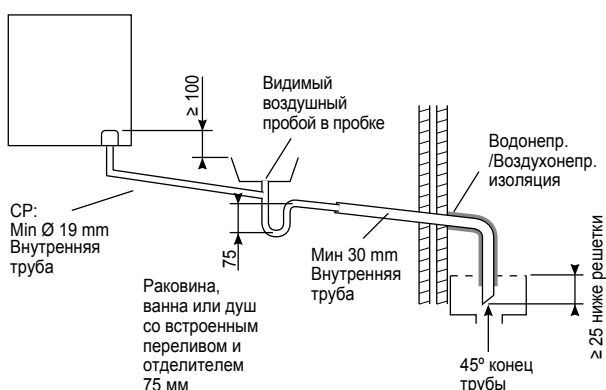

Рисунок 24 Подсоединение слива конденсата к сливной линии для дождя с помощью сливной трубы для раковины, ванны или душа
- Ослабьте винт прокладки фланца (11), показанный на рис. 24, и снимите его с кронштейна (1)
- Установите неогеную уплотнительную прокладку (10) под фланец и зафиксируйте 4 винтами (11).
- Вставьте колено дымохода (90°) (1); нажмите и затяните винт (11), чтобы зафиксировать колено дымохода
- Установите фланцы наружной и внутренней стенок (6-7) на клеммную колодку (5)
- Важно, чтобы дымовая труба имела горизонтальный уклон не менее 1,5 градусов (25 мм на метр в сторону комбинированного котла). **Поскольку внутренняя труба (8) стандартного комплекта горизонтального дымохода автоматически наклонена в сторону котла, то в установках, выполненных только с помощью комплекта горизонтального дымохода, наклон не требуется!**